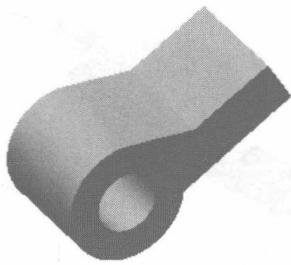
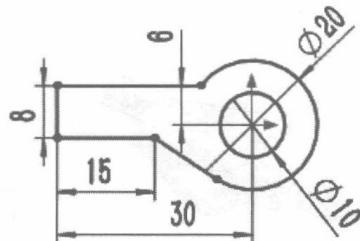

图 1.2 凸台-拉伸 1
图 1.3 横断面草图
Step2. 创建图 1.2 所示的零件特征——凸台-拉伸 1。选择下拉菜单 **插入(I) → 凸台/基体(B) → 拉伸(E)…** 命令（或单击  按钮）；选取前视基准面为草图基准面；在草图绘制环境中绘制图 1.3 所示的横断面草图；在“凸台-拉伸”对话框 **方向1** 区域的下拉列表中选择 **两侧对称** 选项，输入深度值 20.0；单击  按钮，完成凸台-拉伸 1 的创建。